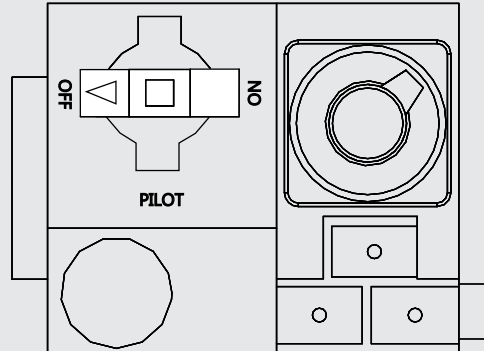

Figure 9
2. Placer le bouton de la commande de gaz à la position «OFF». **(Figure 9)**